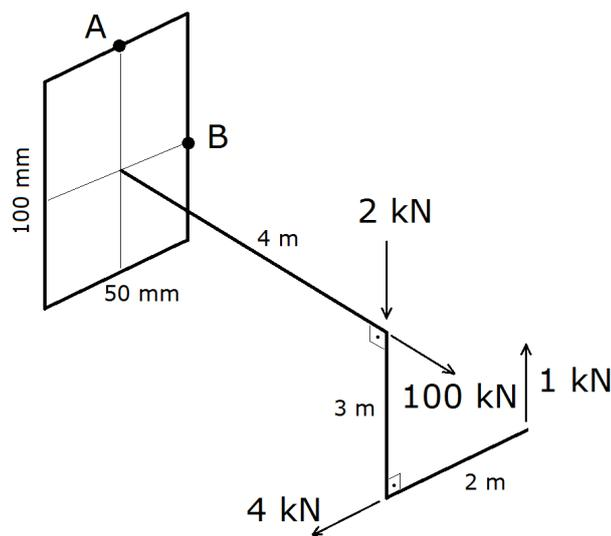

Figura 4
6. Verifique, pelo critério de von Mises, a estabilidade dos pontos A e B indicados no engaste da estrutura mostrada na Figura 4. Considere  $\sigma_e = 150$  MPa.